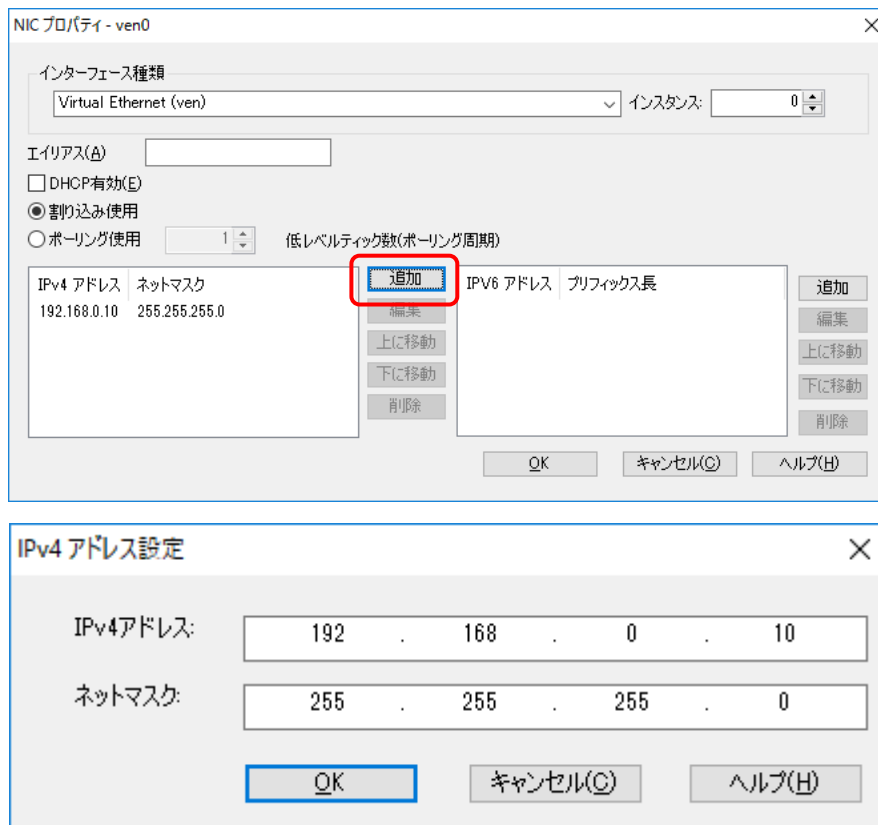

図 4-2-3-4. NIC インターフェース IPv4 アドレス設定画面
- ⑤ 「OK」ボタンをクリックし、図 4-2-3-1 の画面に戻った後、「保存」をクリックします。これでネットワークの設定は完了します。